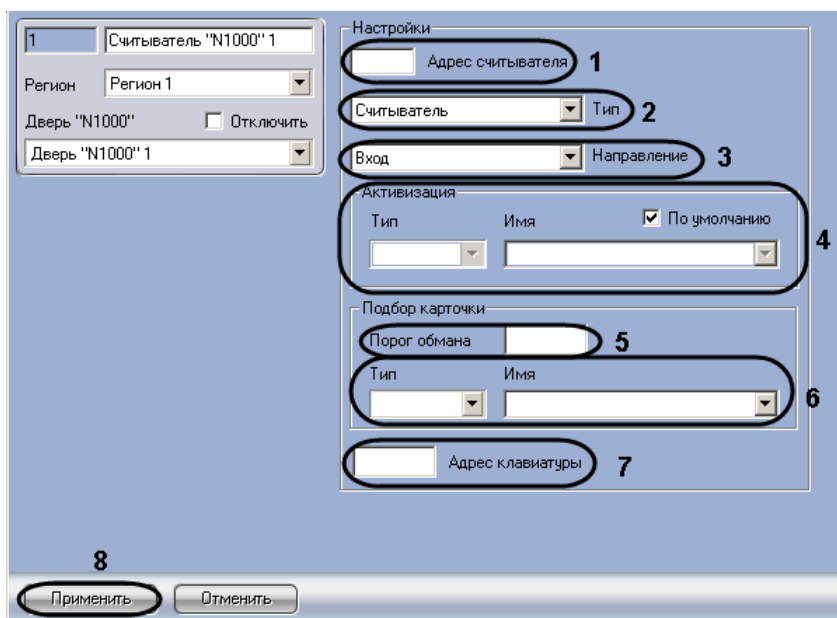

Рис. 3.4—4 Панель настроек объекта Считыватель “N1000”
2. Ввести адрес считывателя в соответствующем поле (см. Рис. 3.4—4, **1**).
3. Выбрать тип считывателя из раскрывающегося списка **Тип**: только считыватель, считыватель с клавиатурой, только клавиатура (см. Рис. 3.4—4, **2**).